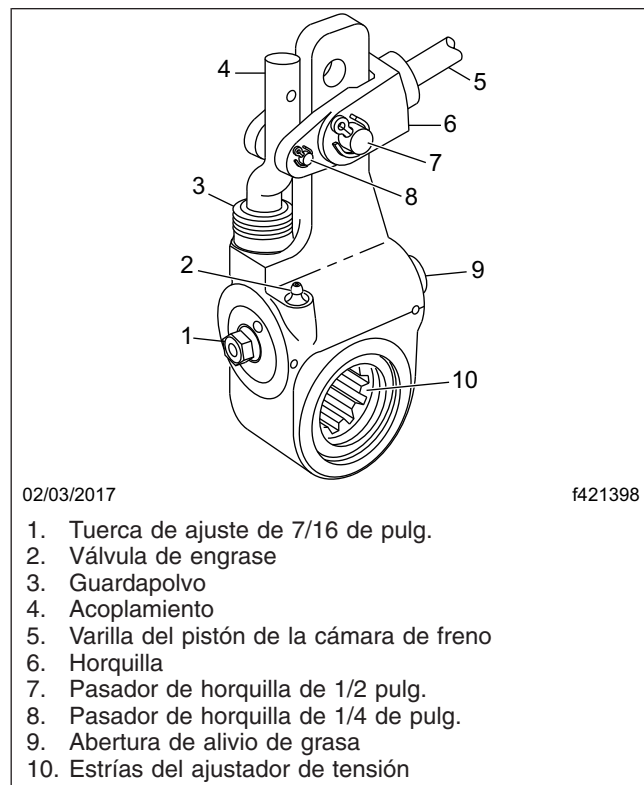
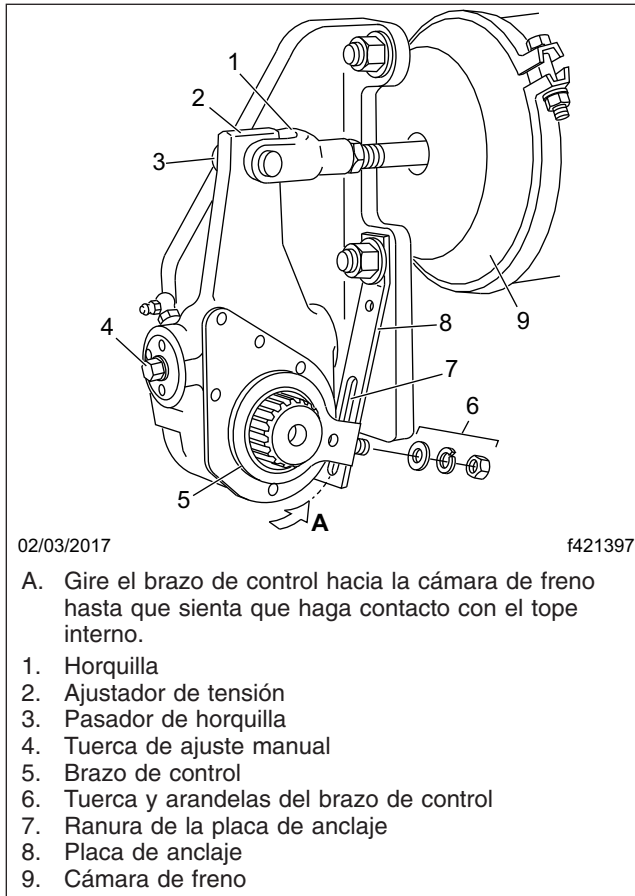
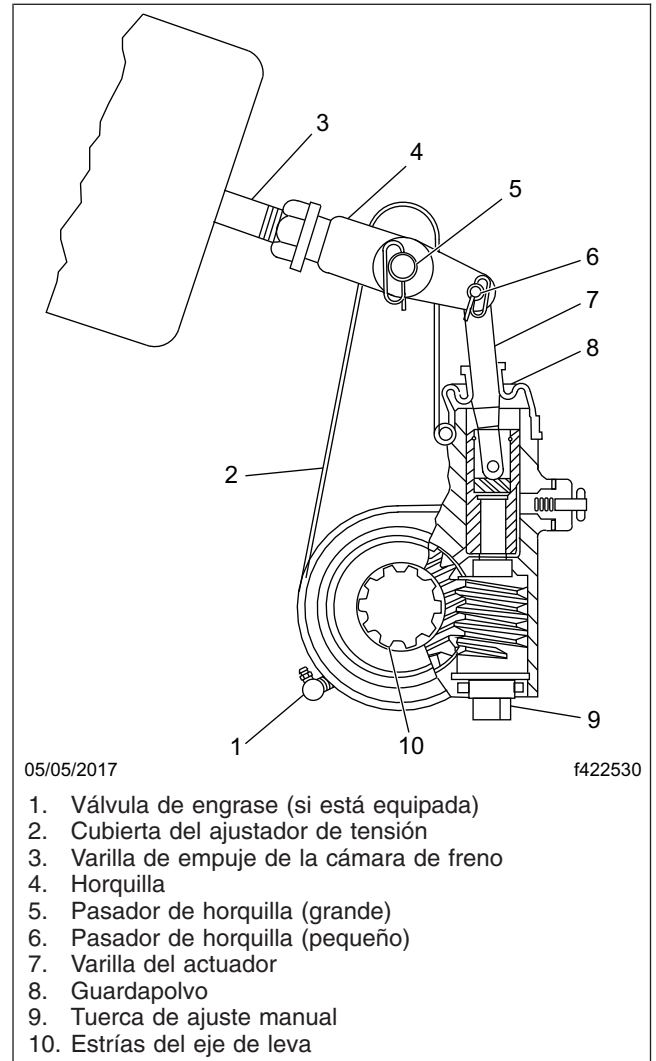

Figura 11.1, Ajustadores de tensión automáticos Gunite
Figura 11.2, Ajustador de tensión automático Haldex
Figura 11.3, Ajustador de tensión automático Meritor
2. Inspeccione los ajustadores de tensión para ver si tienen indicios de daño. Vea la Figura 11.1, la Figura 11.2 o la Figura 11.3.